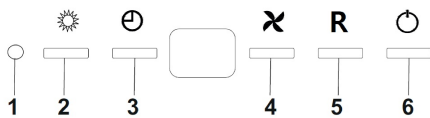

Fig. 18
Ved tryk på knap nr. 6 (Tænd/Sluk), vil spjældet åbne (forceret position) eller lukke (grund position). Hvis spjældet åbner ved tryk, vil den automatisk efter 60 min, køre ned til grundsugsposition. LED indikatoren (nr. 1) vil lyse grønt når emhætten er tændt på forceret position, og når emhætten er slukket, dvs. kører på grundsug vil det grønne lys forsvinde.(Fig. 18)
Ved tryk og hold på knappen "R" ("S" på nogle modeller) vil symbolet (A) dukke op i displayet. Ved tryk og hold på knap nr. 4 (Motor niveau) vil spjældet åbne og ved tryk og hold på knap nr. 3 (timer knappen) vil spjældet lukke. Når ønsket position er fundet trykkes og holdes knappen "R" nede i 3 sekunder. Herefter vil positionen blive gemt. .(Fig. 18)
Ved tryk og hold på knap nr 2 (belysning) i 3 sekunder, vil symbolet (A) dukke op i displayet. Nu kan positionen for grundsug justeres. Ved tryk og hold på knap nr. 4 (Motor niveau) vil spjældet åbne og ved tryk og hold på knap nr. 3 (timer knappen) vil spjældet lukke. Når ønsket position er fundet trykkes og holdes på knap nr 2 (belysning) i 3 sekunder. Herefter vil positionen blive gemt..(Fig. 18)